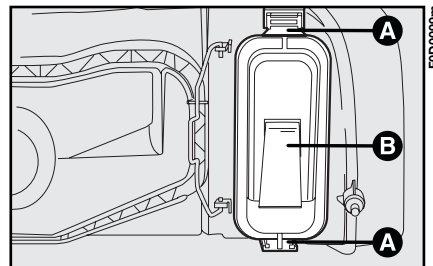

Abb. 15
2) Die Federn **A**, **Abb. 15** aushaken und den Deckel **B** entfernen;
5) Die neue Lampe einsetzen, die Lampenhalterung und den Deckel **B**, **Abb. 15** wieder einbauen.
- 2) Aushakung der Federn **A**, **Abb. 15** und Abnahme des Deckels **B**;
- 5) Nach Auswechseln der Lampe die Lampenhalterung und den Deckel **B**, **Abb. 15** wieder einbauen.